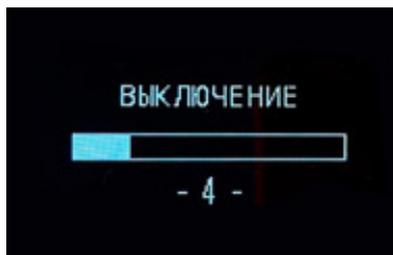

Рисунок 8
3.4.4 Для выключения прибора необходимо в «основном режиме измерения» нажать и удерживать кнопку в течение 3 секунд, на экране появится индикатор процесса выключения (рисунок 8). Когда индикатор достигнет 100%, устройство автоматически выключится. Если в процессе выключения отпустить кнопку, прибор автоматически вернется в «основном режиме измерения»